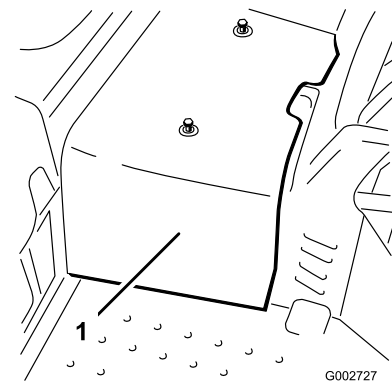

図 48
2. センターシュラウドを機体に止め付けているねじ2本を外してシュラウドを機体から取り外す 図 48。